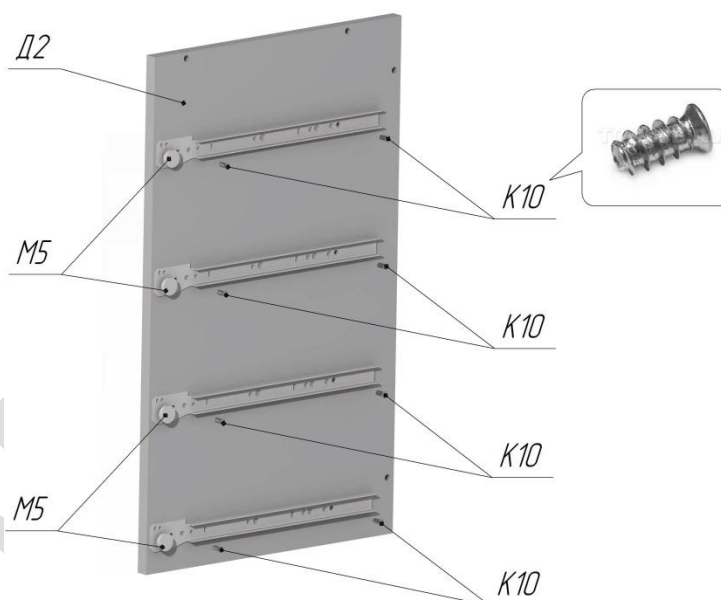

Рисунок 1
2. Установить направляющие М5 (4шт.) (роликами вниз) на левой стенке столика Д2, при помощи евровинтов К10 (8шт.) в существующие отверстия. См.Рис.1.
3. По аналогии установить направляющие М4 (4шт.) (роликами вниз) на правой стенке столика Д3, при помощи евровинтов К10 (8шт.) в существующие отверстия. См. Рис.1.